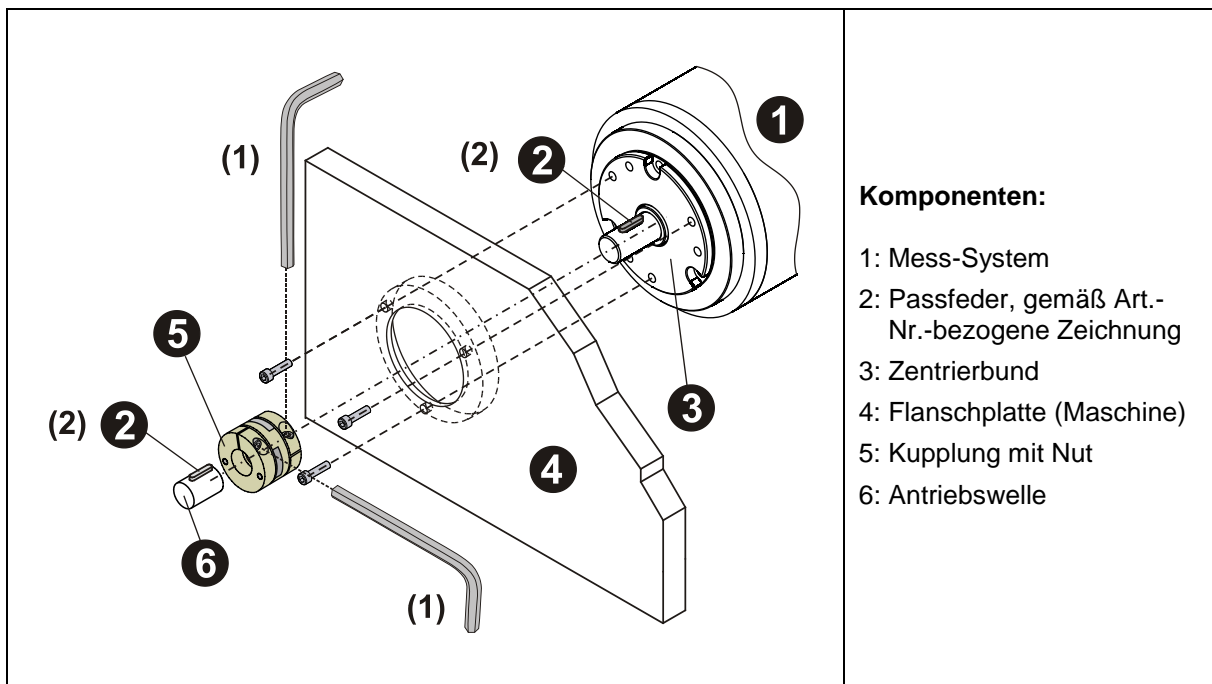

Abbildung 6: Flansch-Montage, Prinzip-Darstellung
- Axiales Verrutschen des Mess-Systems auf der Antriebswelle ist durch die Fixierung der Kupplung zu verhindern, siehe Kap.: 5.1.2 Abbildung 6, (1).
- Grundsätzliche Empfehlung: Radiales Verrutschen (Schlupf) des Mess-Systems auf der Antriebswelle sollte mittels Formschluss durch den Einsatz einer Passfeder- / Nut-Kombination (Kap.: 5.1.2 Abbildung 6, (2)) verhindert werden, in dem Fall ist eine Kupplung mit Nut zu verwenden.